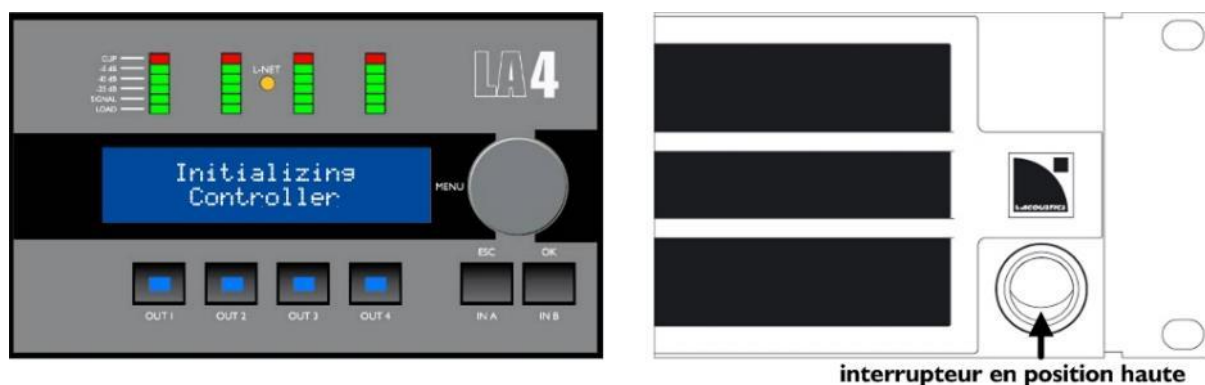

Figure 11 : Séquence de démarrage
- ▶ Pressez l'interrupteur vers le haut pour allumer le LA4 (voir la Figure 11). Une séquence de démarrage de neuf secondes commence : le message **Initializing Controller** est affiché sur l'écran LCD et toutes les LED s'allument pour être testée. Le LA4 est opérationnel dès que l'écran principal s'affiche (référez-vous à la section 5.2.1).